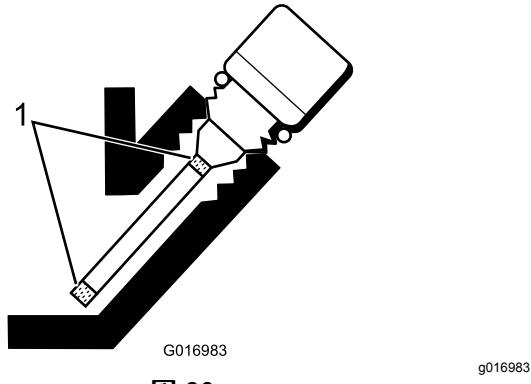

図 30
5. 不足であれば、ゲージの網目模様部分の中間位置になるまで補給する図 30。